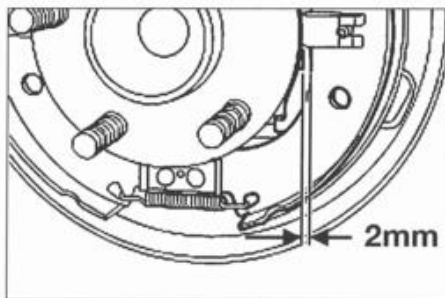

FIG. 24
- Insertar una galga de 2,0 mm de espesor entre el tope de palanca de freno de estacionamiento y la zapata de freno trasero de los dos lados (fig. 24).